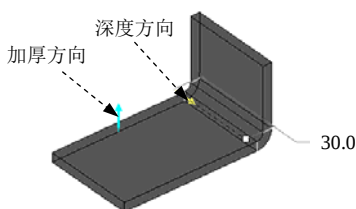

图 11.2.4 深度方向和加厚方向
(1) 选取深度类型并输入其深度值。在操控板中，选取深度类型 （即“定值拉伸”），再在深度文本框 中输入深度值 **30**，并按回车键。
(2) 选择加厚方向（钣金材料侧）并输入其厚度值。接受图 11.2.4 中的箭头方向为钣金加厚的方向。在薄壁特征类型图标  后面的文本框中输入钣金壁的厚度值 **3.0**，并按回车键。
(3) 特征的所有要素定义完毕后,可以单击操控板中的“预览”按钮,预览所创建的特征,以检查各要素的定义是否正确。预览时,可按住鼠标中键进行旋转查看,如果所创建的特征不符合设计意图,可选择操控板中的相关项,重新定义。
(4) 预览完成后,单击操控板中的“完成”按钮,才能最终完成特征的创建。